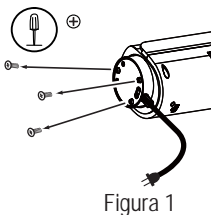
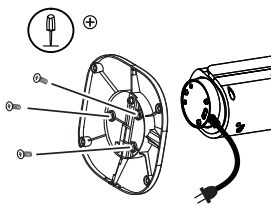

Figura 1
Figura 5
1. Desatornille los tres (3) tornillos de fijación de la parte inferior del cuerpo del calentador (Figura 1) y consérvelos.
5. Asegure la base al cuerpo del calentador con los tornillos de fijación de la Figura 1. Ajuste los tornillos de fijación con firmeza usando un destornillador. (Figura 5)